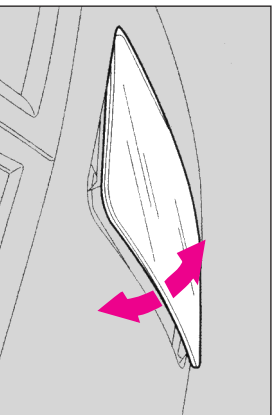
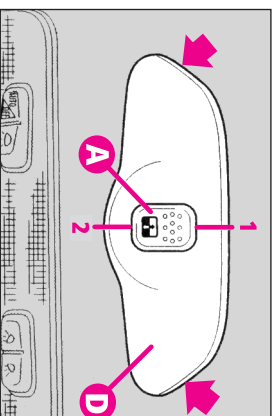
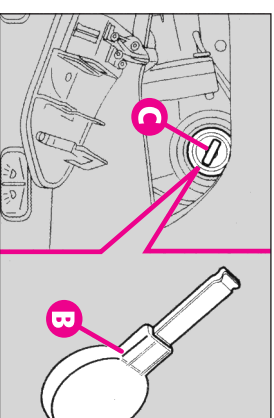

fig. 159
fig. 160
fig. 161
Aceasta poate fi acționată (fig. 159) doar când trapa este complet închisă (A fig. 160)
Apăsati partea din spate (1) a butonului (A fig. 160) pentru a revenii cu trapa în poziția orizontală (trapa închisă).
- apăsați în punctele indicate de săgeți și îndepărtați panoul (D-fig. 160);
- folosiți șurubelniță sau cheia specială (B-fig. 160) livrate pe versiunile/pletele unde sunt prevăzute, și introduceți-le în locul special rotindu-l (C fig. 161) în sensul orar pentru deschidere sau antiorar pentru închidere.